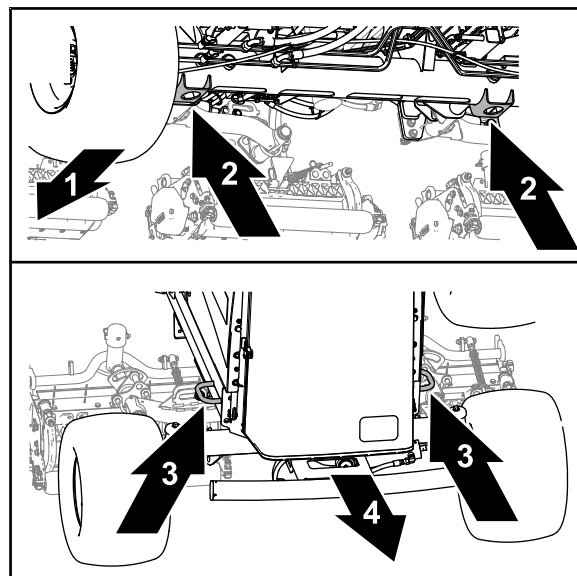

Figura 58
- Delante – el orificio de los puntos de apoyo del gato del tubo del eje delantero (Figura 58).